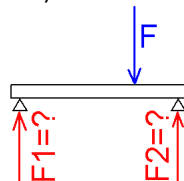

Abb. 26:
- wenn 3 oder mehr Kräfte zueinander parallel liegen (wie in dem Balken in Abb. 26)